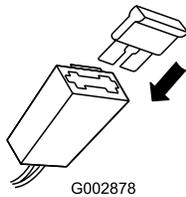

Figura 22
2. Introduzca el fusible en el portafusibles (Figura 22).